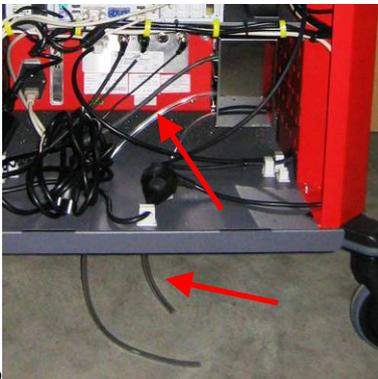

Abb. 6
- 📌 **HINWEIS:** Die Gasausgangsschläuche müssen mindestens 300 mm lang sein. Sie müssen vom Gerät nach unten abfallend verlegt sein. Siehe Abb. 6. Nur so ist der Kondensatabfluss gewährleistet, wird die Messgenauigkeit eingehalten und ist das Abgas-Messsystem ausreichend vor Verschmutzung geschützt.